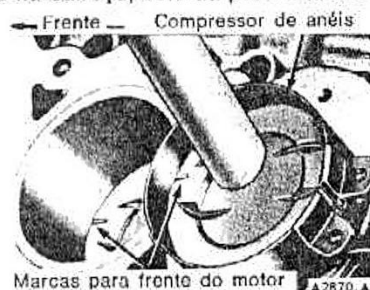

fig. 32 — instalação do êmbolo
4. Instalar a cinta compressora de anéis no êmbolo e empurrá-lo para o interior do cilindro com o cabo de um martelo, até o êmbolo atingir uma posição pouco abaixo do topo do cilindro (fig. 32). Guiar a biela para evitar danos do moente da árvore de manivelas. Instalar o êmbolo com a marca na cabeça, voltada para a frente do motor.